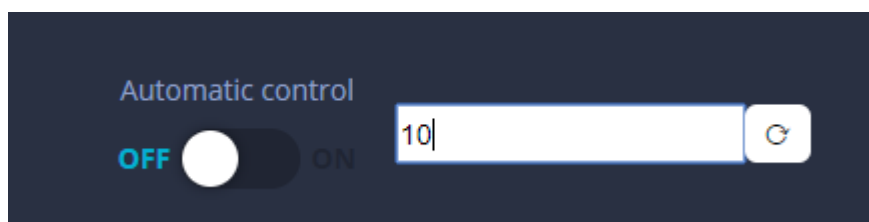

Рисунок 6. Контроль вводимых значений
- нажать кнопку «Обновить»  (рисунок 6).